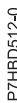

Figura 6. Sustitución de la fuente de alimentación
4. Alinee la fuente de alimentación con la bahía e inserte la fuente de alimentación en la unidad del sistema hasta que el mecanismo de cierre encaje en su sitio, como se muestra en la Figura 6.
5. Conecte el cable de alimentación (**A**), como se muestra en la Figura 6.